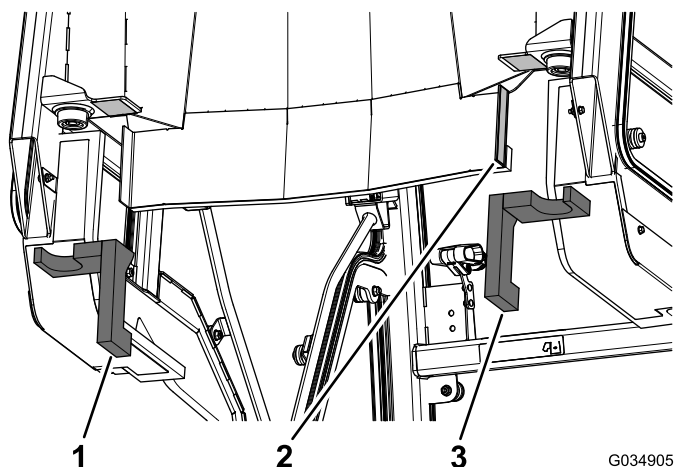

Figura 14
1. Rimuovete il supporto di carta dal nastro biadesivo sulla parte posteriore della cabina (Figura 14).
2. Applicate le guarnizioni in schiuma sintetica posteriore sinistra e destra sulla cabina (Figura 14).